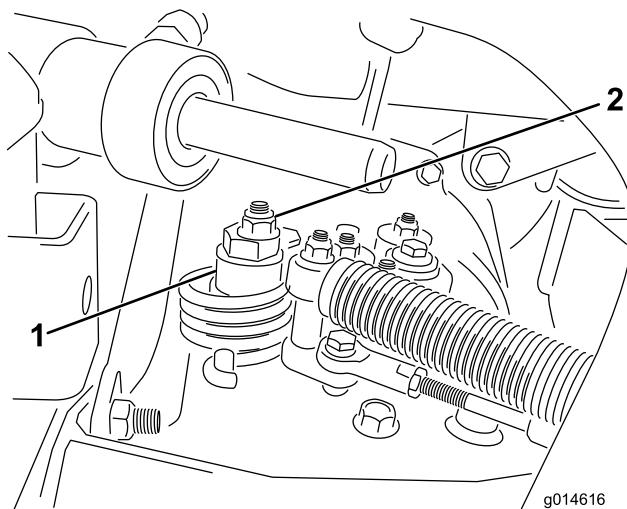

図48
- 偏芯ナットをハイドロスタット上部に止めているナットをゆるめる（図48）。
- どちらにも車輪が回らないように偏芯ナットを回して調整する。調整ができたら固定ナットを締める（図48）。スロットル SlowおよびFast位置で調整が正しいことを確認する。